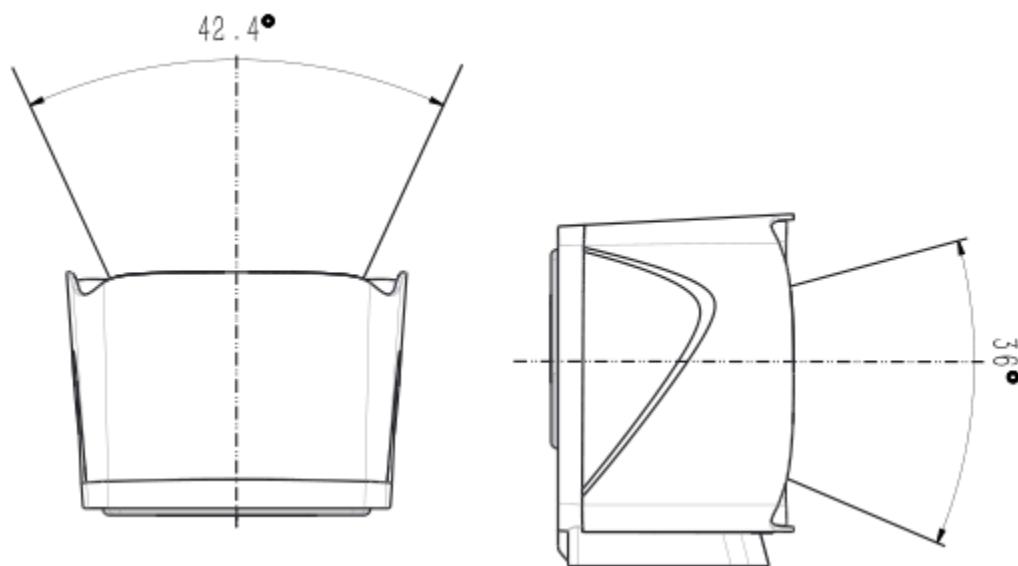

图 4-1 视场角
- 2、将条码置于如图 4-1 所示的视场角内并对准识读窗口，照明灯被激活，出现红色照明区域并开始读码。